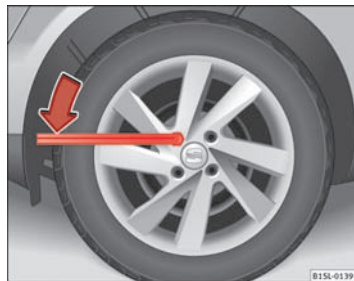

Fig. 136 Hjulskift: Sådan løsnes hjulboltene.
- Sæt hjulnøglen så langt ind over hjulbolten som muligt ⇒ Fig. 136.